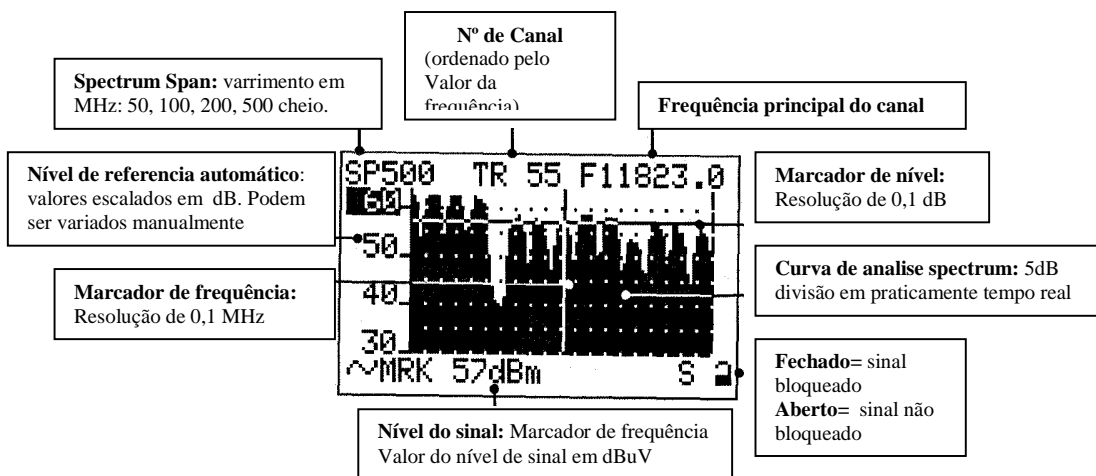

Fig. 7.1 Canal spectrum no ASTRA com um SPAN de 500 MHz.
- Conecte o LNB à entrada RF (17) do medidor.
- Use a tecla "SELECT" (10) para alterar os campos espectro variáveis como é mostrado na fig. 7.1: SPAN, canal ou nº do programa, frequência e nível de referencia. O campo seleccionado, será destacado com um fundo preto.
- Pressione a tecla "SPECT" (5) novamente para activar a função "MAX HOLD" (Ref. 7.2). Com esta opção o medidor memoriza o valor máximo do sinal de entrada RF, isto será mostrado como um traço que dá voltas ao mesmo tempo que a curva espectro.